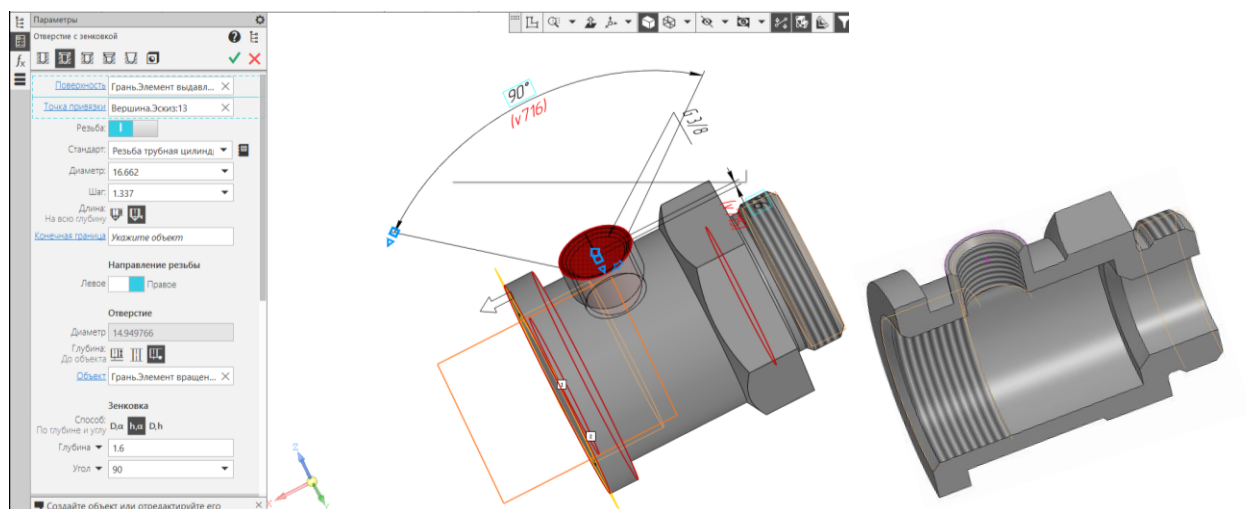

Рис. 17 Команда Отверстие с зенковкой
- **Твердотельное моделирование – Элементы тела – Отверстие с зенковкой.** Параметры команды Отверстие с зенковкой: поверхность – Грань. Элемент выдавливания 3; точка привязки – Эскиз 13; Отверстие резьбовое – резьба трубная цилиндрическая ГОСТ 6357–81 G3/8, правая; длина нарезания резьбы – на всю глубину; глубина отверстия – до объекта (Грань. Элемент вращения 3); зенковка – Исполнение – по глубине (1,6 мм) и углу (90°) (рис. 17).